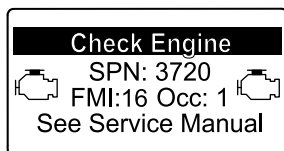

Figura 65
- Avvertenza motore SPN 3720, FMI 16 (Figura 65)